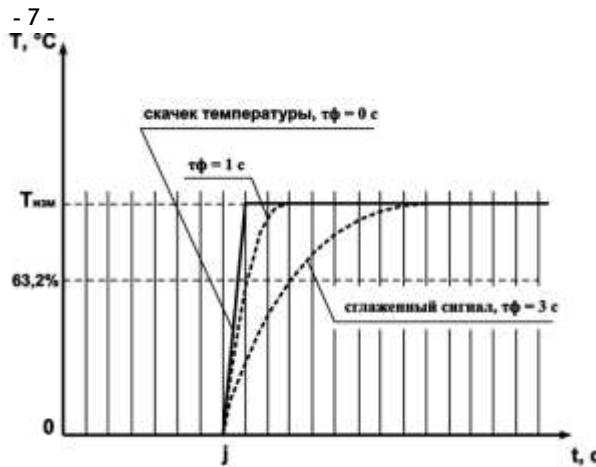

Рисунок 3.6
3.2.4.2 Цифровой фильтр устраниет шумовые составляющие сигнала, осуществляя его экспоненциальное сглаживание. Основной характеристикой экспоненциального фильтра является тф – постоянная времени цифрового фильтра, параметр Fт1 (Fт2, Fт3, Fт4) – интервал, в течение которого температура достигает 63,2% измеренного значения Тизм (рисунок 3.6).